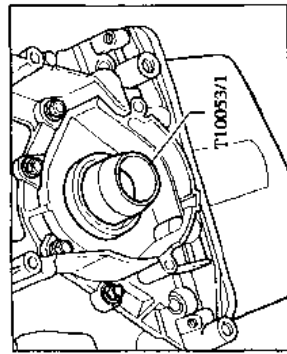

图 1-13 导向套 T10053 安装
5. 安装之前,用一块清洁的布擦去曲轴轴颈上残留的机油。如图 1-13,把导向套 T10053 安装在曲轴轴颈上,把机油密封圈滑过导向套至曲轴端部。